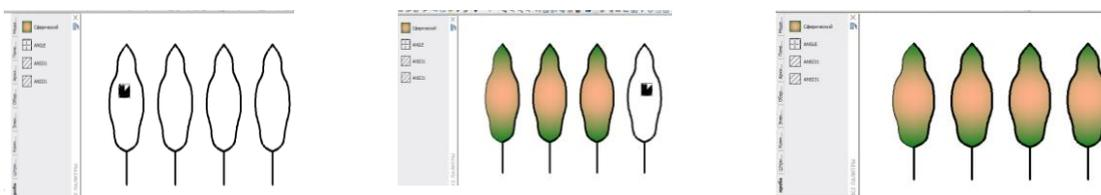

Рис. 5.21. Пример переноса образца градиентной двухцветной заливки на заполняемые области
- ◆ Убедиться в появлении заштрихованной (залитой) области, в которой была указана внутренняя точка вставки образца штриховки (заливки) (Рис.5.21).